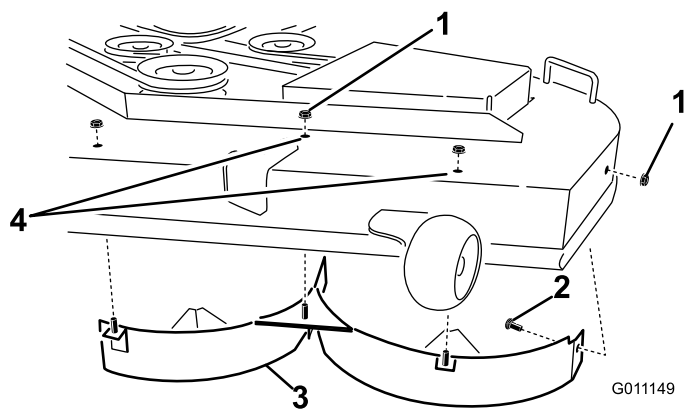

Figura 34
4. Retire las 3 contratuercas (5/16") de las clavijas soldadas del deflector izquierdo, en la parte superior de la carcasa del cortacésped, en las posiciones centro, centro izquierda e izquierda (Figura 34).
5. Retire el perno de cuello cuadrado y la contratuerca, situados en la pared lateral de la carcasa del cortacésped, que sujetan el deflector izquierdo a la carcasa (Figura 34).
6. Retire el deflector izquierdo de la carcasa del cortacésped (Figura 34).
7. Localice los 2 pernos en las piezas sueltas, y utilice las contratuercas existentes para instalar estas fijaciones en los taladros indicados en Figura 34 de la carcasa del cortacésped para evitar que se arrojen residuos al aire.